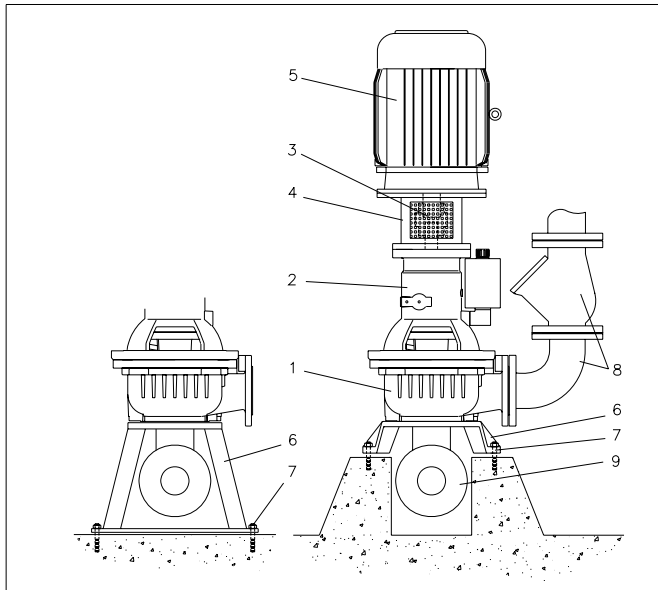

Fig. 7.4
Se fig. 7.4.
- att basplattan är fast i golvet, se fig. 7.4 pos. 7.